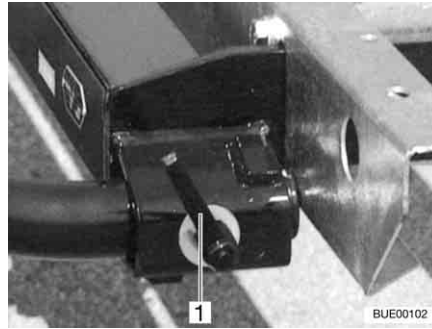

Bild 4 Snabblås
- Sätt i hållaren till vänster och höger i fästena i ramen och säkra med ett snabblås (Bild 4,1).
- Lås upp snabblåset (Bild 4,1) och ta av hållaren ur fästena i ramen.